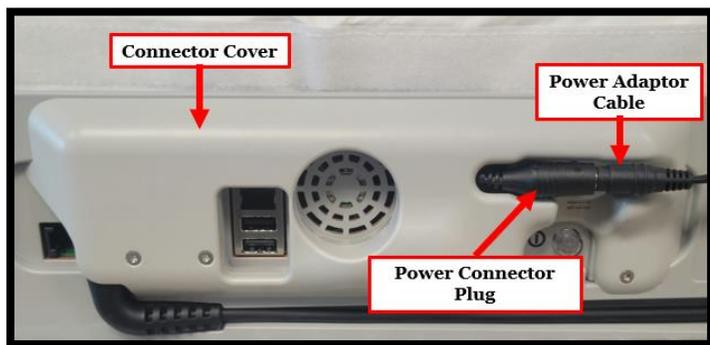
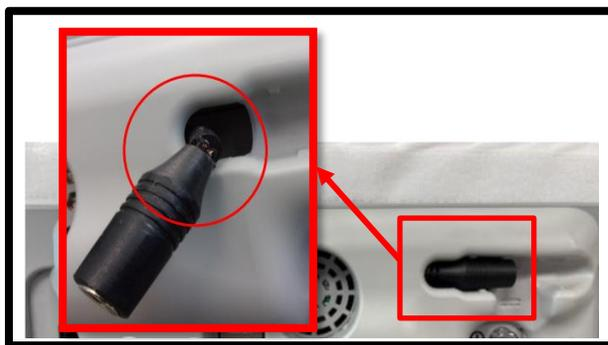

Figura 1: Parte posteriore del PES
Figura 2: Esempio di spina danneggiata vs spina accettabile
Abbott ha individuato che la spina del connettore di alimentazione può subire danni se viene piegata oltre i 90 gradi. La spina del connettore di alimentazione è attaccata alla parte posteriore del PES e alloggiata all'interno del coperchio del connettore. Un danneggiamento può comportare la mancata accensione del PES, la presenza di fili esposti che possono causare una leggera scossa o, raramente, una scintilla dalla quale può divampare un incendio dei materiali circostanti e il rischio di ustioni. Vedere la **Figura 1** per una panoramica della parte posteriore del PES e la **Figura 2** seguente per un esempio di danneggiamento alla spina del connettore di alimentazione.
- c. Dopo aver ispezionato la spina del connettore di alimentazione o avervi inserito il cavo adattatore, assicurarsi che i cavi collegati siano posizionati in modo sicuro all'interno della scanalatura sagomata del coperchio del connettore come mostrato nella Figura 1. Dopo aver collegato e posizionato in modo sicuro i cavi nelle scanalature sagomate, non rimuoverli durante l'uso.